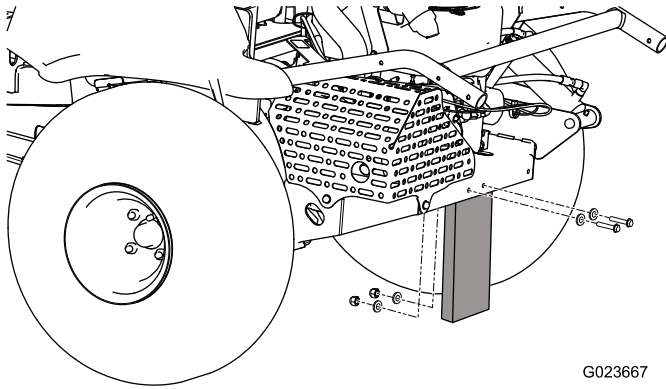

図 3
1. 出荷用ボードとブロー後部とを接続しているナット、ボルト、ワシヤを取り外す【図3】。